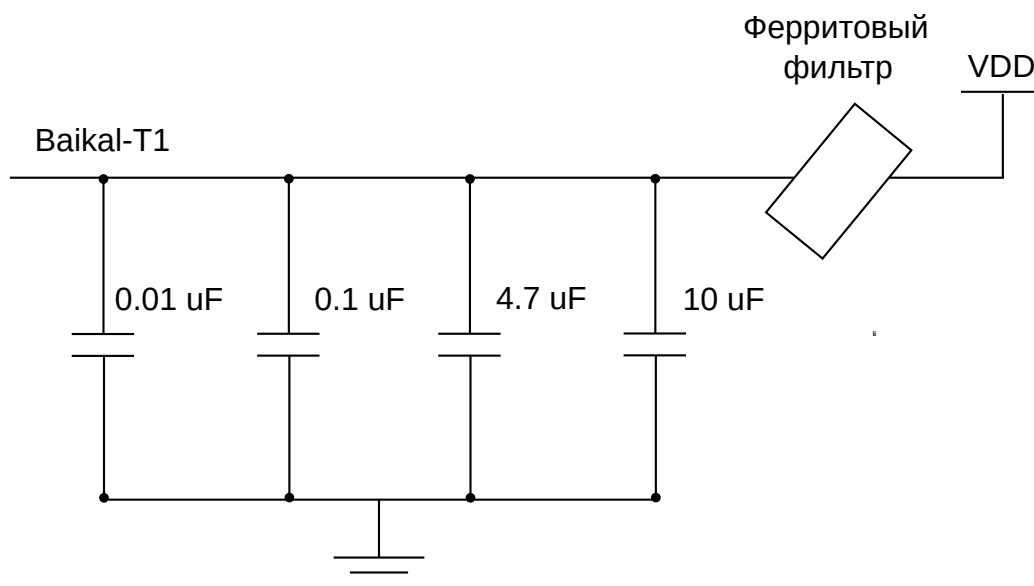

Рисунок 2 - Подключение доменов питания 0,95/1,5/1,8 В
- 1) Может соединяться на плате с другими доменами питания с напряжением 0,95 В (например, VDD) с помощью банка конденсаторов (0,01 мкФ, 0,1 мкФ, 4,7 мкФ, 10 мкФ) и ферритового фильтра (MPZ1608S101ATAN0 или подобного), см. рисунок 2.
- 2) Может соединяться на плате с другими доменами питания с напряжением 1,5 В с помощью банка конденсаторов (0,01 мкФ, 0,1 мкФ, 4,7 мкФ, 10 мкФ) и ферритового фильтра (MPZ1608S101ATAN0 или подобного), см. рисунок 2.
- 3) Может соединяться на плате с другими доменами питания с напряжением 1,8 В с помощью ферритового фильтра (MPZ1608S101ATAN0 или подобного) и банка конденсаторов (0,01 мкФ, 0,1 мкФ, 4,7 мкФ, 10 мкФ) для VSATA_18 или банка конденсаторов (0,1 мкФ, 0,1 мкФ, 0,1 мкФ, 1,0 мкФ, 10 мкФ) для VDDR_18, см. рисунок 2.